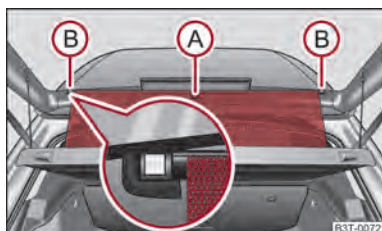

Abb. 49 Sonnenschutzrollo ausrollen
- Ziehen Sie das Sonnenschutzrollo am Griff (A) ⇒ Abb. 49 heraus und hängen Sie es in die magnetischen Halter (B).